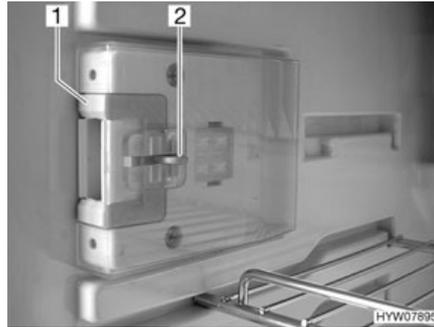
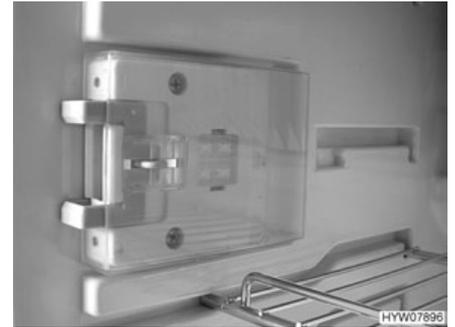

Fig. 223 Dispositivo de cierre en posición normal
Fig. 224 Dispositivo de cierre en posición de ventilación
- Hundir el desbloqueo (Fig. 223,2).
- Empujar el dispositivo de cierre (Fig. 223,1) hacia delante (Fig. 224).